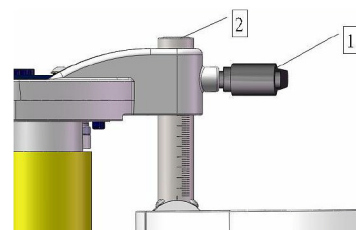
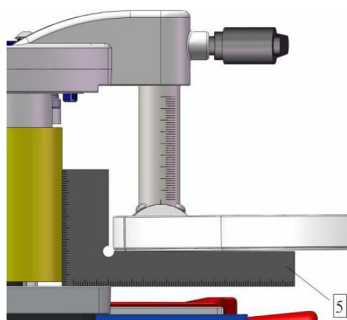

Abb. 6: Einstellung der Führungsplatte, Klemmhebel
Abb. 9: Rechtwinklige Position der Führungsplatte zur Andruckrolle
Schritt 1: Den Klemmhebel öffnen (1, Abb. 6).
Schritt 1: Um die Feineinstellung der senkrechten Position der Führungsplatte einzustellen, einen 90°-Winkel (5, Abb. 9) an die Andruckrolle anlegen, die Innensechskantschraube (2, Abb. 6) lösen und die Führungsplatte entsprechend zum Winkel ausrichten. Danach die Innensechskantschraube (2) festziehen.